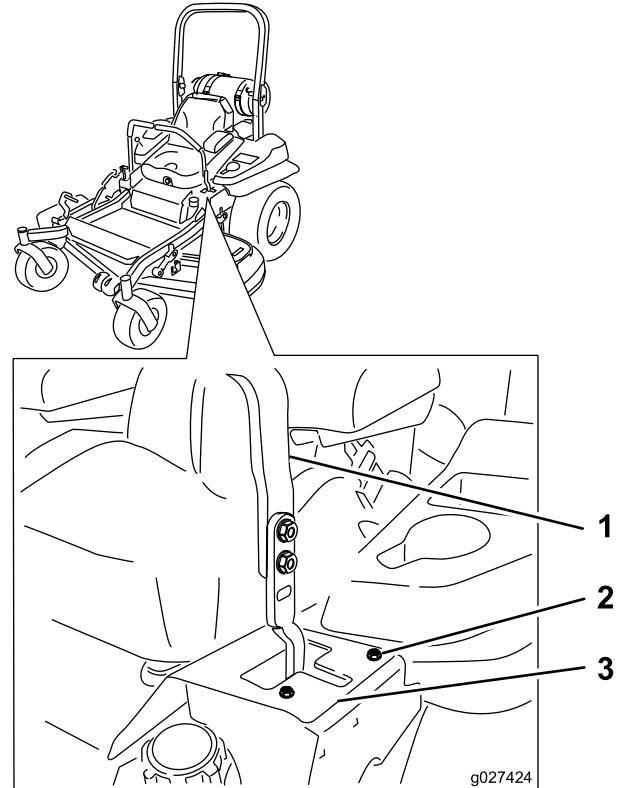

Figura 61
7. Si se desvía hacia la izquierda, afloje los pernos y ajuste la chapa del tope derecho hacia atrás en la ranura en T de la derecha hasta que la máquina avance en línea recta (Figura 61).
8. Apriete la chapa del tope (Figura 61).
6. Si se desvía hacia la derecha, afloje los pernos y ajuste la chapa del tope izquierdo hacia atrás en la ranura en T de la izquierda hasta que la máquina avance en línea recta (Figura 61).